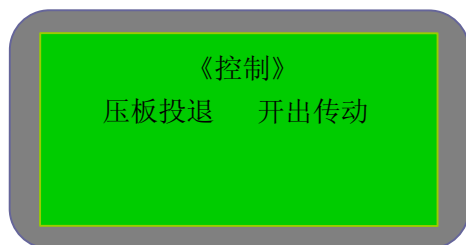
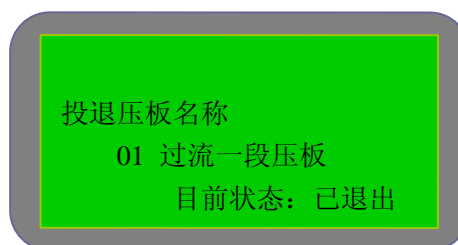

图 5-5
图 5-5-1
- 控制：在主菜单选择“控制”，进入控制界面，如图 5-5。有两个选项：压板投退（软压板投退）、开出传动（测试出口）。选择压板投退如图 5-5-1，按“上移”键或“下移”键选择所要投退的压板，选定压板后出现界面 5-5-2，“确认”键为投压板；“退出”键为退压板，操作须输入密码 8888；选择开出传动与压板投退的操作方法相同。